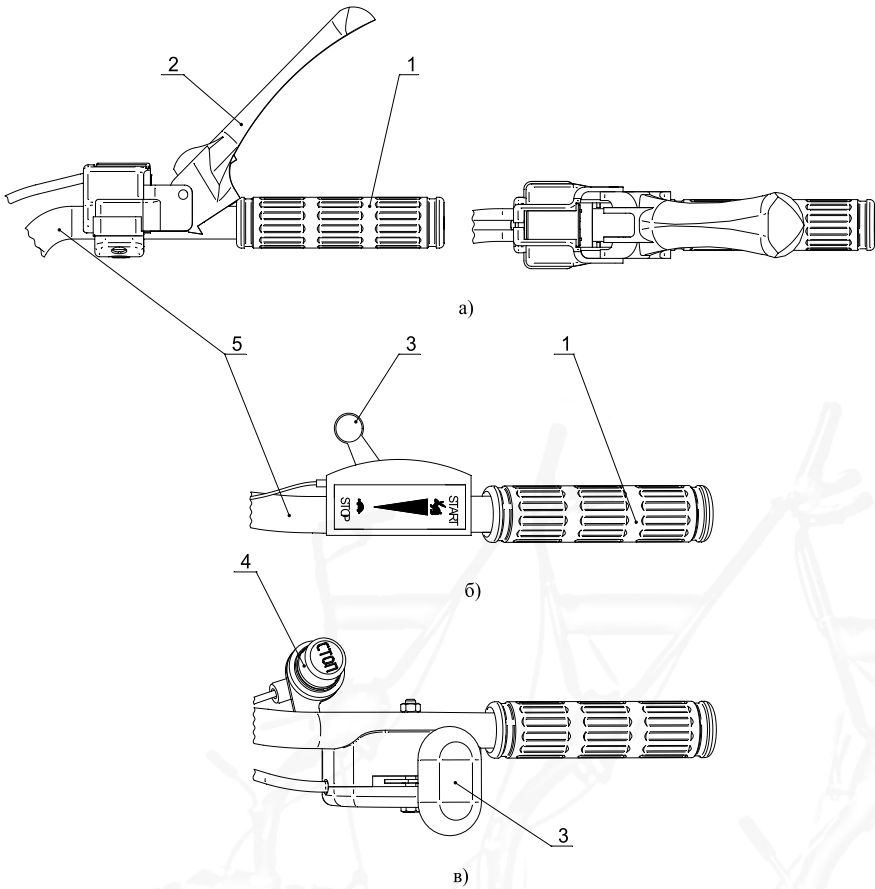

Рис. 2 Органы управления мотоблоком
- включите сцепление, т.е. рычаг сцепления 2 рис. 2а, прижмите к рукоятке;